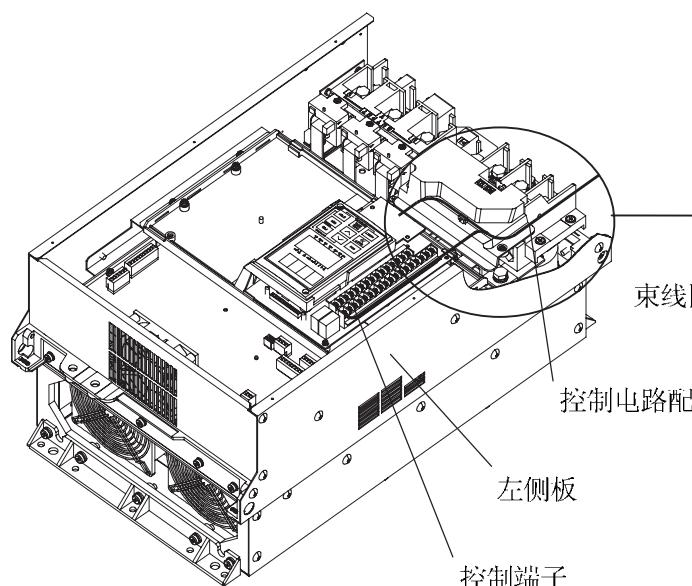

图 2-3-12
- ①应沿着变频器的左侧板引出，如图 2-3-12 所示。
- ②配线引出时，要用束线绑带（绝缘扣等）固定于主电路端子排左侧的固定孔 A。束线绑带要穿过固定孔 A (Φ 4)，所以其尺寸应为宽 3.5mm 厚 1.5mm 以下。
- ③另外，装用选件卡时，其信号线应固定于孔 B。